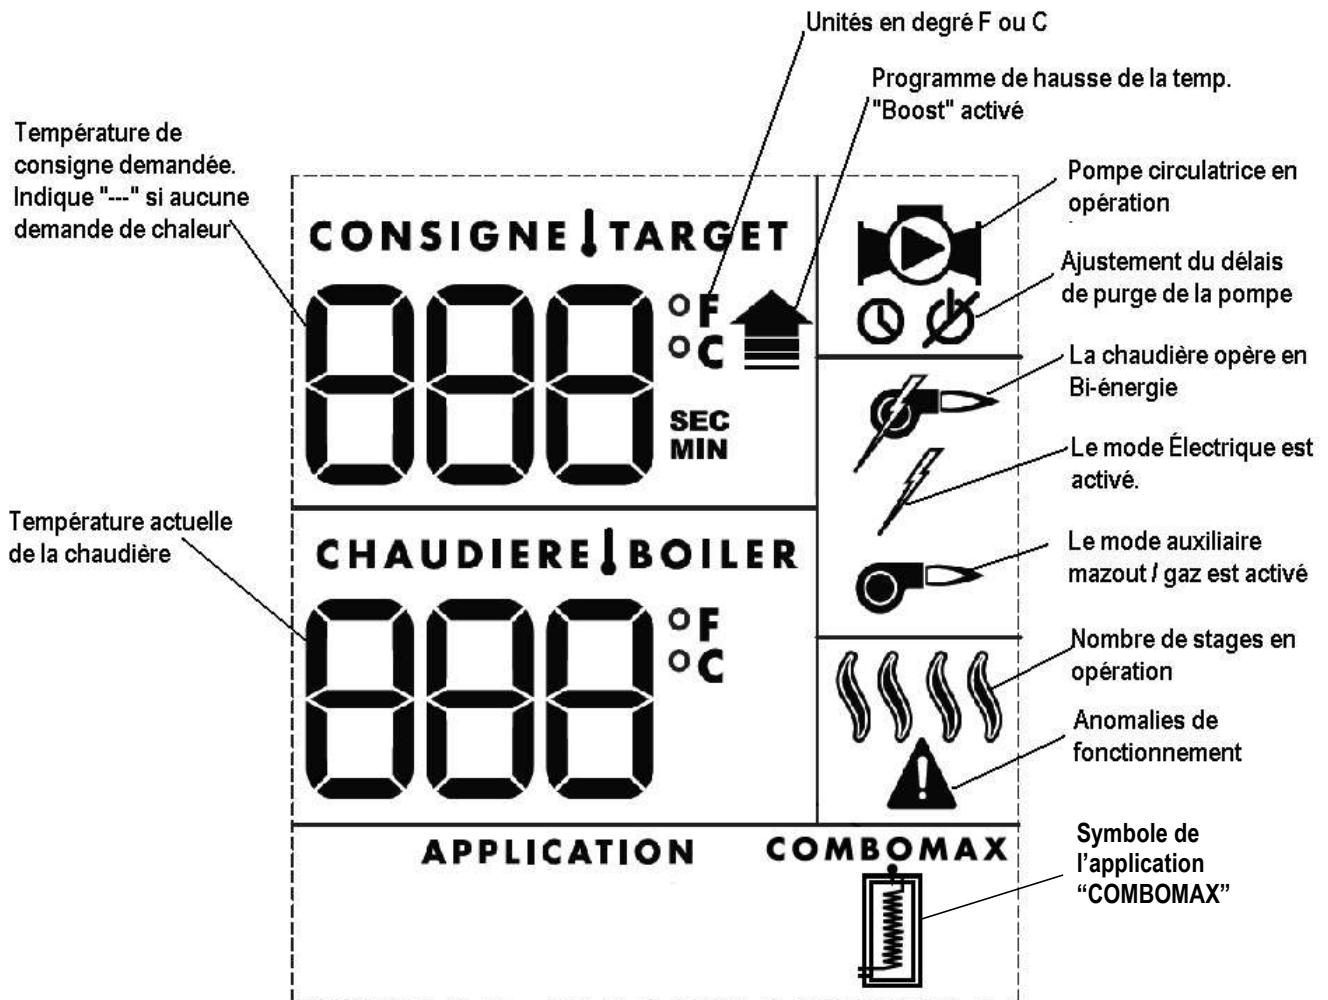

Figure 17: Affichage du contrôleur UltraSmart
2. S'assurer que le symbole de l'application Combomax est présent dans le coins inférieur droit de l'écran LCD tel que montré à la figure 17. S'il n'est pas présent, contacter le support technique.